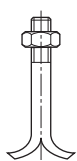

fig.9: Bulloni di ancoraggio
- Agganciare i bulloni di ancoraggio (vedi fig. 9) nei fori previsti.